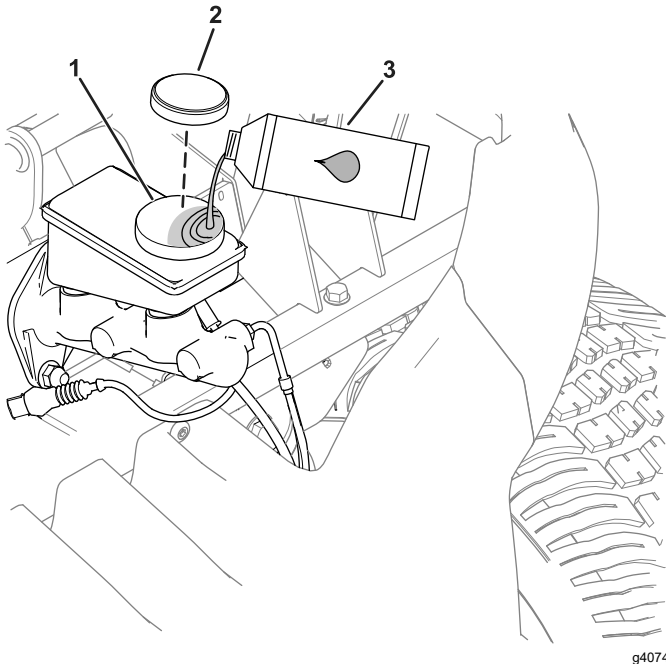

図 44
1. フードを外してブレーキのマスターシリンダとブレーキ液タンクにアクセスできるようにする **図 44**。
- A. ウェスでタンクのキャップの周囲をきれいに拭いてキャップ外す **図 44**。
- C. タンクにキャップを取り付ける **図 44**。